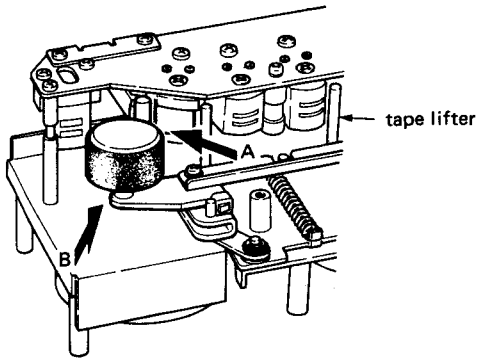
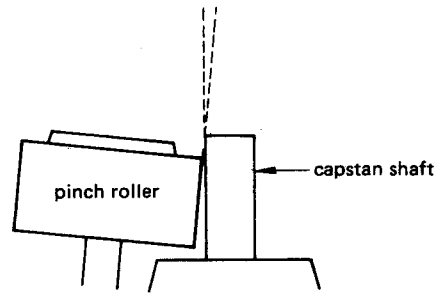

Fig. 2-12 Directions for pinch roller parallelism check
Fig. 2-13 View in direction A (example of non-parallelism)
1. Let pinch roller draw near toward capstan shaft by manually lifting up tape lifter shown in Fig. 2-12.
2. Check pinch roller/capstan shaft parallelism viewed from direction of arrow A shown in Fig. 2-12. (Refer to Fig. 2-13, 14.)
- (1) Use the jig as near as possible to the pinch roller spindle.
- (2) Do not touch the surface of spindle.
- (3) Use no other tool for this adjustment!
4. Remove pinch roller, then push up tape lifter to visually align pinch roller spindle with the capstan shaft viewed from direction of arrow B in Fig. 2-12.
1. 図2-12に示すテープ・リフタを手で押し上げ、ピンチ・ローラをキャプスタン・シフトに近づける。
2. 図2-12に示すA方向から見て、ピンチ・ローラとキャプスタン・シャフトの平行度をチェックする。
4. 次にピンチ・ローラを外し、テープ・リフタを上げ、図2-12のB方向から見てピンチ・ローラとキャプスタン・シャフトの平行度をチェックする。